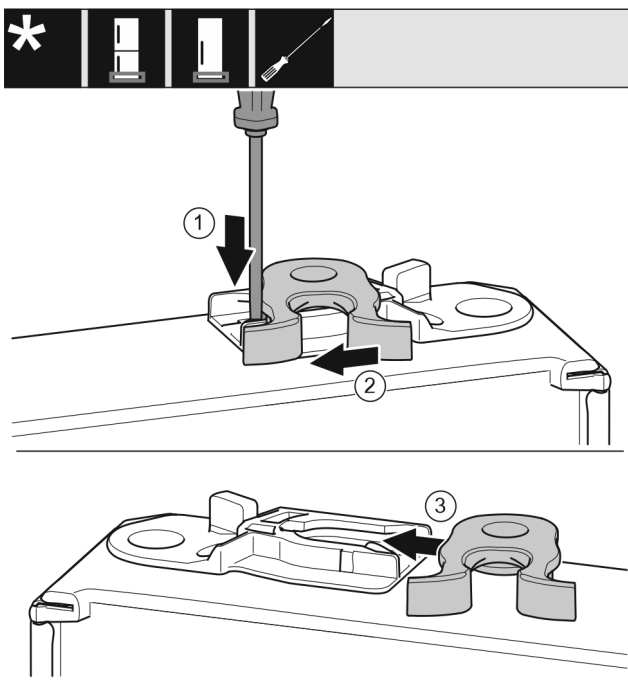

Fig. 16
- Ravnim odvijačem pritisnite jezičac prema dolje. Fig. 16 (1)
- Izvucite kuku za zatvaranje iz vodilice. Fig. 16 (2)
- Gurnite kuku za zatvaranje na drugoj strani u vodilicu. Fig. 16 (3)